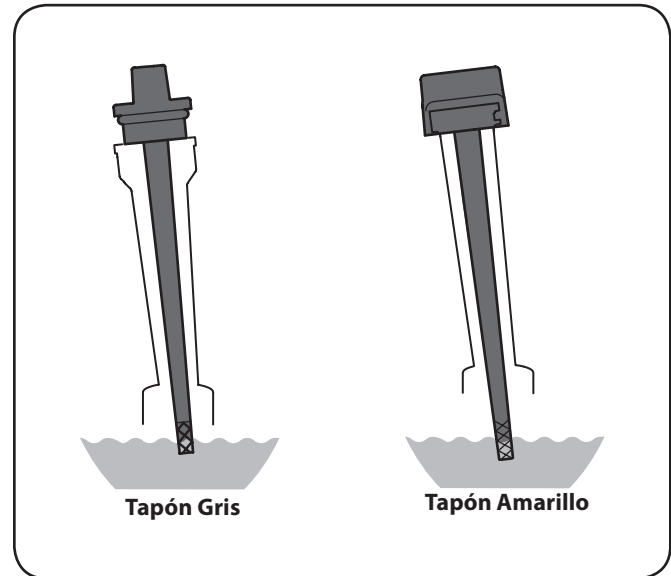

Figura 6-2
4. Vuelva a llenar con el aceite recomendado y controle el nivel de aceite. Vea la Figura 6-2. Consulte la sección Configuración y siga las instrucciones apropiadas para un llenado de aceite de color gris o amarillo tapón.